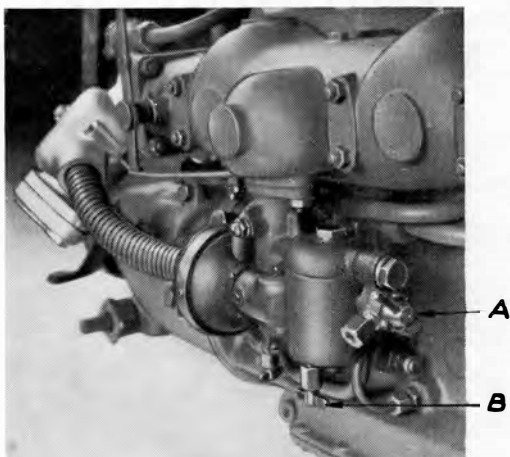

Bild 3
- 2 Motorn startas på bensin och köres varm. Övergång till drift med motorfotogen sker genom omställning av den på förgasaren befintliga 3-vägs-kranen (se bild 3). Omställning till fotogendrift får icke ske förrän motorn uppnått full driftstemperatur d. v. s. 80°–85° C.